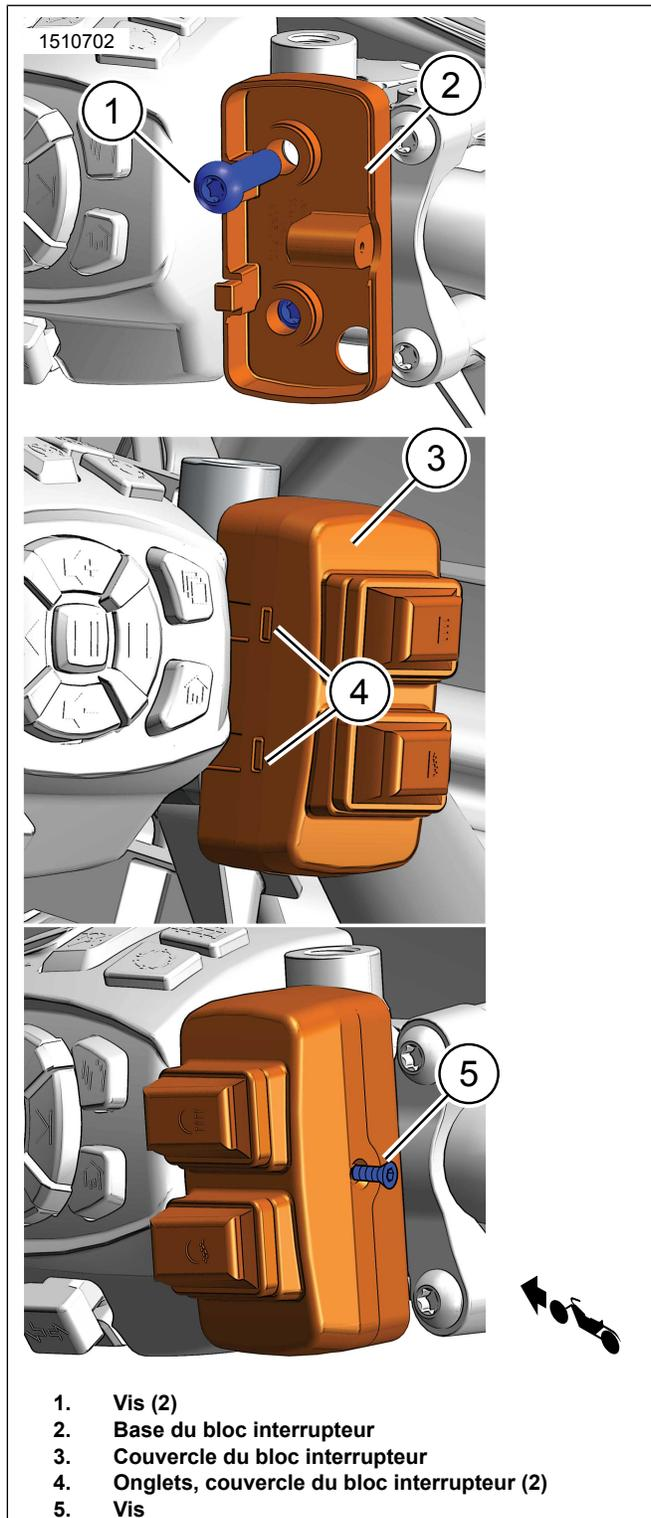

Figure 3. Installation du bloc interrupteur (Pan America illustré)
3. Voir la Figure 3. Installer la base du bloc interrupteur (2) sur la bride d'embrayage.